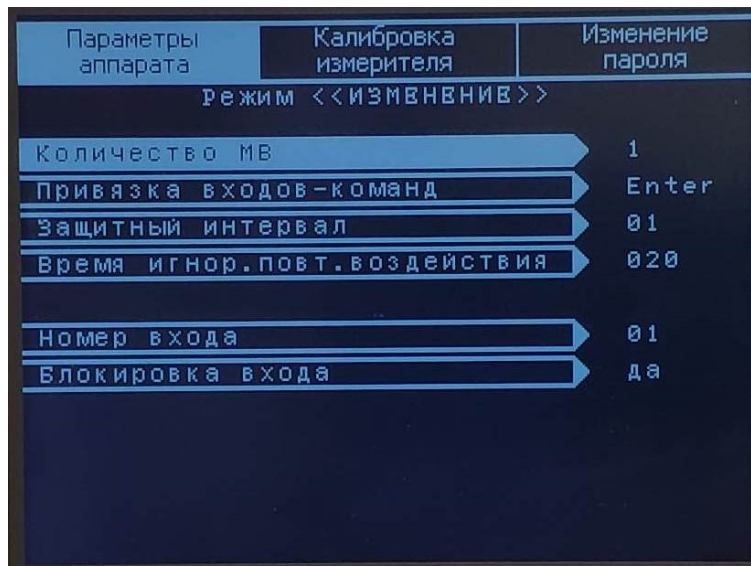

Рисунок 9 – Подраздел «Конфигурация МВ»
2.1.2. «Конфигурация МВ» - подраздел настроек модулей дискретных входов (см. рисунок 9).